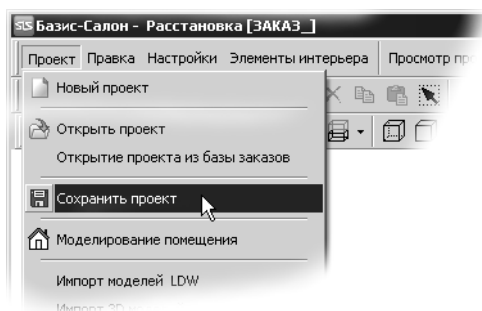

Рис. 2.
- ▼ Вызвать команду **Сохранить проект** (рис. 2).